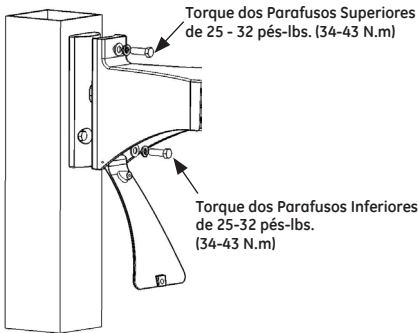

FIGURA 7
- Na parte superior, instale os parafusos 3/8-16 através das arruelas de pressão e anilhas e braço de montagem conforme mostrado. (Ver Figura 7)
- Abra a porta do braço e instale os parafusos de 3/8 nos orifícios rosqueados do bloco adaptador. (Ver Figura 7)